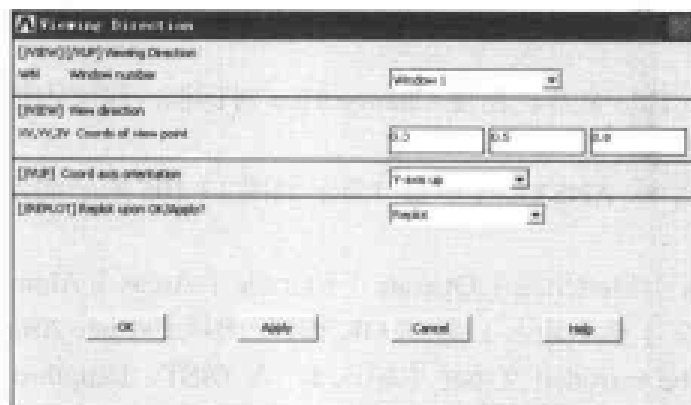

图 13-107 视图显示方向设置对话框
(35) 选择 Utility Menu | PlotCtrls | View Settings | Viewing Direction 命令, 出现 Viewing Direction 对话框, 在 XV,YV,ZV Coords of view point 文本框中依次输入 0.3、0.5、0.8, 如图 13-107 所示, 单击 OK 按钮关闭该对话框。
(36) 选择 Utility Menu | WorkPlane | Display Working Plane 命令, 关闭显示工作平面。
(37) 选择 Utility Menu | File | Change Title 命令, 出现 Change Title 对话框, 在文本框中输入 ELEMENT IN MODEL, 单击 OK 按钮关闭该对话框。